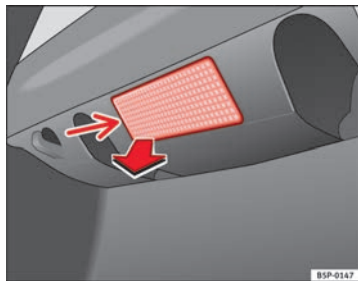

Fig. 167 Luz maletero
- Extraiga la tulipa haciendo presión sobre el borde de la parte interior de la misma -flecha- con ayuda de un destornillador por su parte plana ⇒ fig. 167.